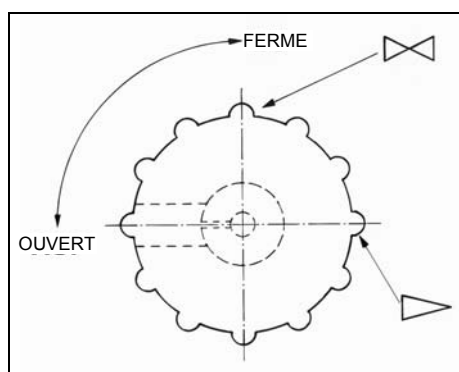

Fig. 16 : Fonction du bouton de commande du l'est d'air.
- Fonction du bouton de commande du lest d'air suivant figure 16.